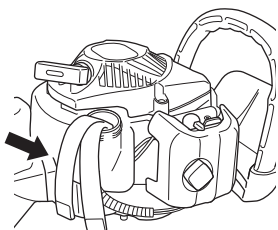

Fig. 15
**Nettoyage du filtre à carburant (Fig. 15)**